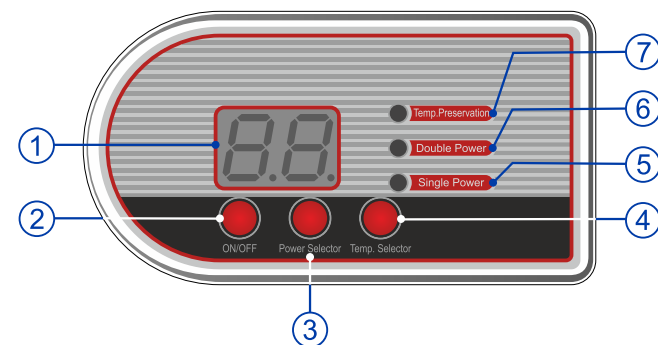

Рис. 2 Электронная панель управления “Вариант 1”
### 7.1. Модели с электронным управлением по “Варианту 1” (Рис. 2)
У моделей с механическим контролем на панели управления водонагревателя расположены клавиши (I и II) выбора мощности (Рисунок 2, п. 1, 2) со встроенными индикаторными лампами. Включенная клавиша I соответствует мощности 1,3 кВт, обе включенные клавиши соответствуют мощности 2 кВт. Вы можете выбрать ту или иную мощность нагрева, исходя из своих потребностей в количестве горячей воды или в зависимости от сезона.
**Рисунок 2:** 1 – LCD дисплей, 2 – кнопка “ON/OFF”/ Вкл./Выкл., 3 – кнопка Power Selector/выбор мощности, 4 – кнопка “Temp. Selector”/выбор температуры, 5 – индикация “Single Power”/Стандартная мощность, 6 – индикация “Double Power”/Удвоенная мощность, 7 – индикация “Temp. Preservation” / Поддержание температуры.
У моделей оборудованных электронной панелью по “Варианту 1” с цифровым дисплеем, включение/выключение ЭВН осуществляется левой кнопкой на панели управления “ON/OFF”(Рис. 2, п.2), при этом на дисплее показывается заданная температура нагрева. Через 2,5 секунды после этого на дисплее выводится текущая температура воды в ЭВН. Выбор мощности нагрева осуществляется средней кнопкой “Power selector” (Рис. 2, п.3), на панели управления. Режим 2 кВт сопровождается индикацией контрольной лампы “Double Power” (Рис. 2, п.6), а 1,3 кВт - индикацией контрольной лампы “Single Power” (Рис. 2, п.5).
В процессе эксплуатации ЭВН потребитель может регулировать температуру нагрева при помощи трех сенсорных клавиш, режимы контролируются по информации на дисплее и индикации трех контрольных ламп. Для выбора температуры нагрева необходимо несколько раз нажать правую кнопку “Temp. Selector” (Рис. 2, п.4), на панели управления. Дискретность изменения температуры - 5°C.